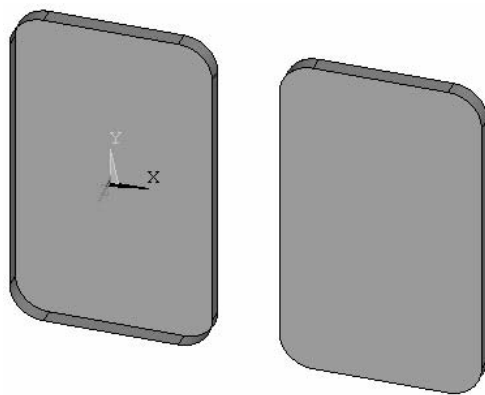

图 9-17 上壳与下壳
(8) 由线段生成下壳的底面, 并按同样的方法生成上壳 (见图 9-17)。